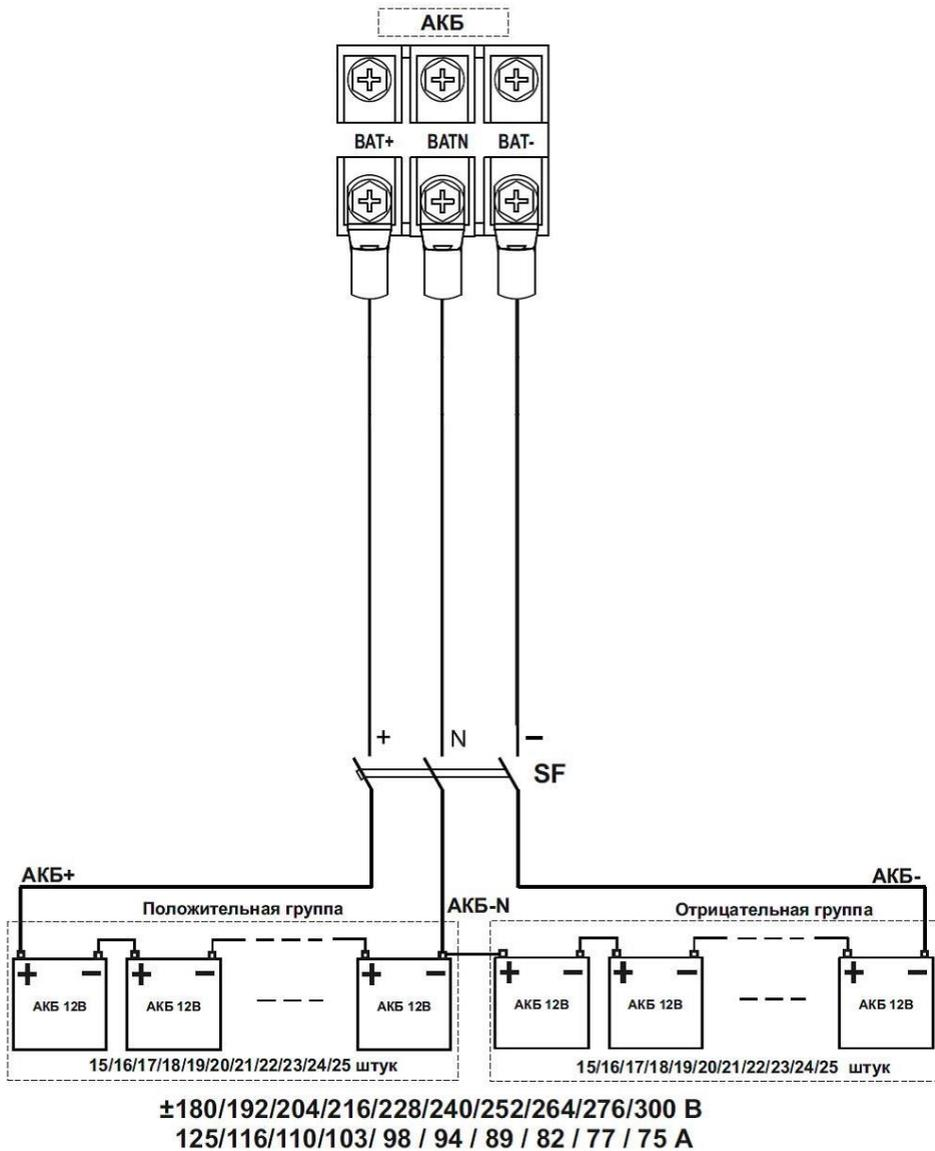

Рисунок 4 – Схема монтажа АКБ
Между АКБ и изделием должен быть подключен автоматический выключатель постоянного тока (SF, на номинальный ток 400 А – SKAT-UPS 120-3/3-ON или 500 А - SKAT-UPS 160-3/3-ON, см. рисунок 4).
Между АКБ и изделием должен быть подключен DC – совместимый термомагнитный трехполюсный защитный автоматический выключатель SF, (или другое устройство защиты, например, группа предохранителей с трехполюсным выключателем), расположенный как можно ближе к АКБ, см. рисунок 4.
- номинальное напряжение выключателя должно быть не менее рабочего напряжения положительной/отрицательной группы АКБ (см. рисунок 4);
Затем выполнить, **с соблюдением полярности**, последовательное соединение аккумуляторных батарей 12 В, в соответствии с двуполярной схемой (см. рисунок 4) при помощи перемычек АКБ (**перемычки АКБ в комплект поставки НЕ входят**).